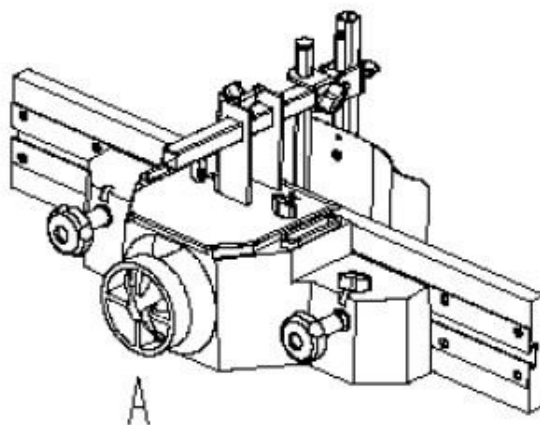

Abb.5-1: Absaugung Säge (links) und Absaugung Fräse (rechts)
Stellen Sie sicher, dass die Räder nach oben zeigen, wie in Abb. 5-1 dargestellt.
- ➔ Befestigen Sie die Hebevorrichtung mit den Schrauben und Unterlegscheiben an der Vorderseite der Maschine, wie in Abb. 5-1 gezeigt.
Wenn die Fahreinrichtung nicht verwendet wird, müssen die Räder durch Herausdrehen der Einstellschraube (A in Abb. 5-1) angehoben werden, so dass diese nicht mehr auf dem Boden stehen. Die Räder müssen vor der Verwendung der Fahreinrichtung wieder abgesenkt werden.